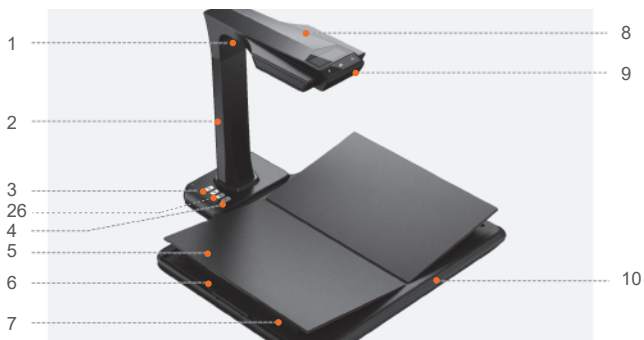

Figura 1
Paso 1: Saque el equipo de acuerdo con las instrucciones mostradas en la Figura 1 y alinee la lámpara y la cámara con la ranura que se encuentra en el lado de la base.